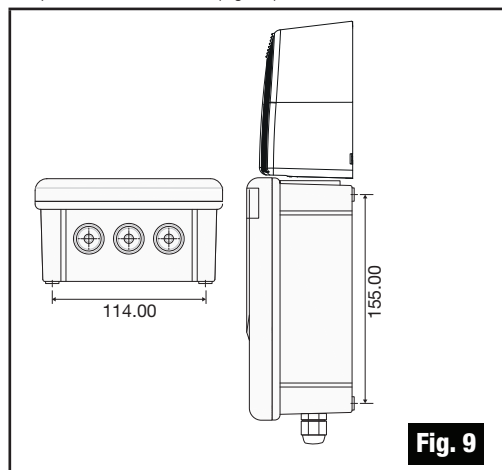
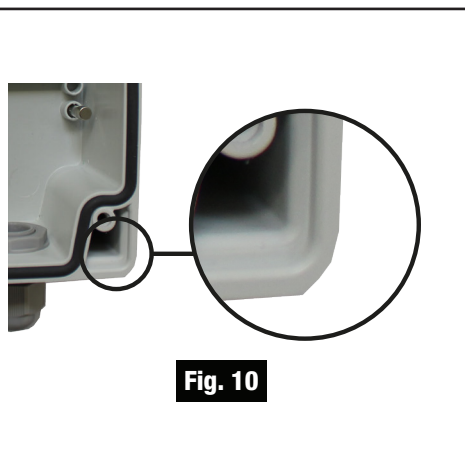

Fig. 9
Fig. 10
2. Fixer **BAXS900** au mur, verticalement, en tenant compte des dimensions de l'assemblage (fig. 9). Utiliser les vis fournies. Veiller à ne pas endommager les pièces électriques.
Pour fixer le centre au mur voir les dimensions avec les différentes distances de forage (Fig. 9) et les points de fixation corrects dans les quatre coins de la boîte (Fig. 10).